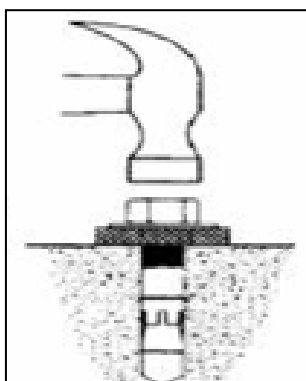
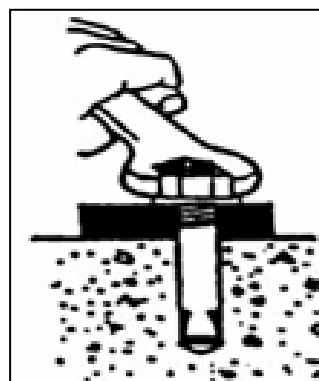

Рис. 19
Рис. 20
- Анкерный болт требуется установить в отверстие с использованием легкого молотка (без дюбеля, дюбель следует установить после выравнивания платформ) (рис. 19)
- После выполнения выравнивания вставьте дюбель-болт, ударить молотком по дюбелю (рис. 19), закрутите болт и гайку (рис. 20)